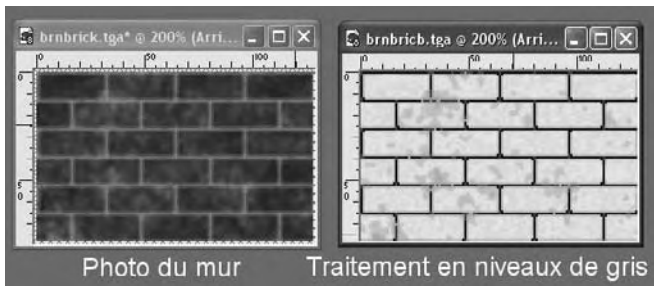

Fig.9.43
- 3 Effectuez une copie de l'image et traitez-la en niveau de gris. Cette image traitée permettra de donner l'illusion du relief dans le matériau (fig.9.43).